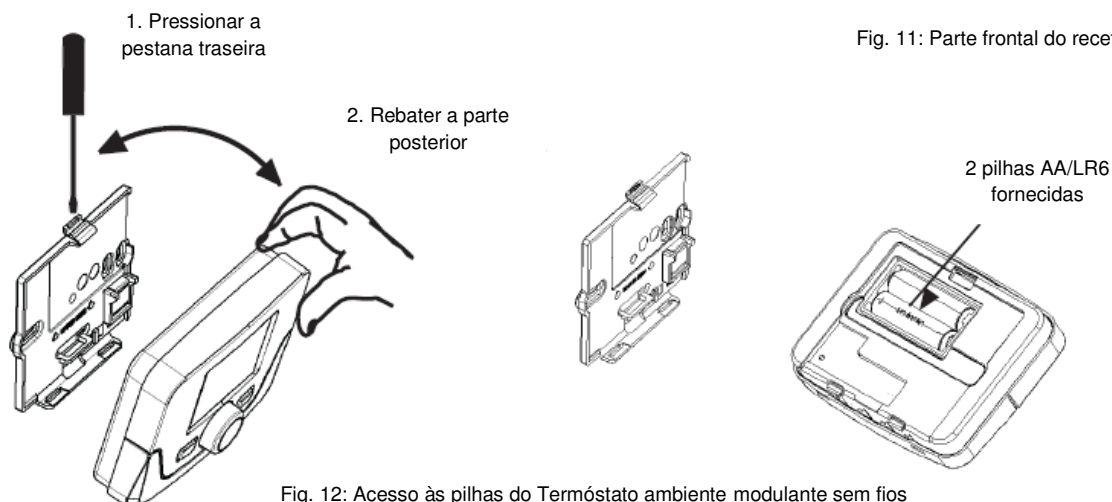

Fig. 12: Acesso às pilhas do Termóstato ambiente modulante sem fios
1. As unidades requerem 2 pilhas alcalinas tipo AA (fornecidas). A sua instalação é ilustrada na fig. 12.
2. Se o símbolo da pilha piscar no ecrã, é necessária a sua substituição. Ver Fig. 12 para mais informação.
16. Colocar as pilhas no Termóstato ambiente modulante sem fios. Ver Fig. 12.